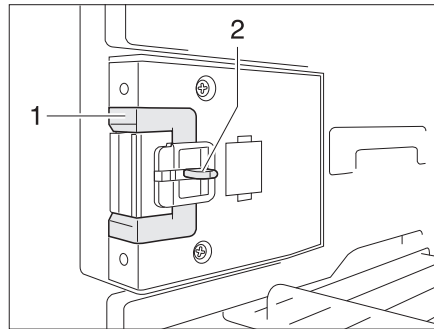
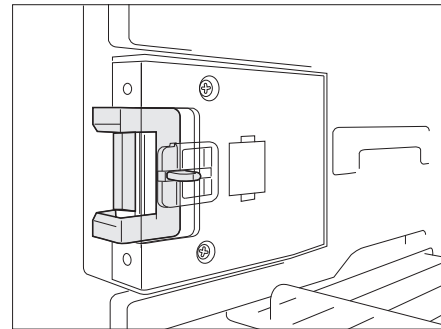

Fig. 330 Dispositif de fermeture en position normale
Fig. 331 Dispositif de fermeture en position de ventilation
- Presser le bouton de déverrouillage (Fig. 330,2).
- Pousser le dispositif de fermeture (Fig. 330,1) vers l'avant (Fig. 331).